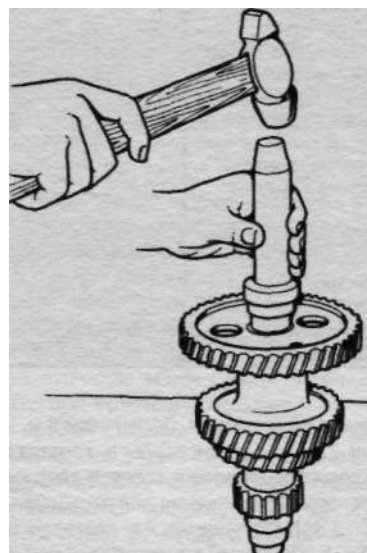

Рис. 3.28. Напрессовка внутреннего кольца роликового подшипника промежуточного вала
- напрессовать на шейку промежуточного вала внутреннее кольцо роликового подшипника (рис. 3.28);